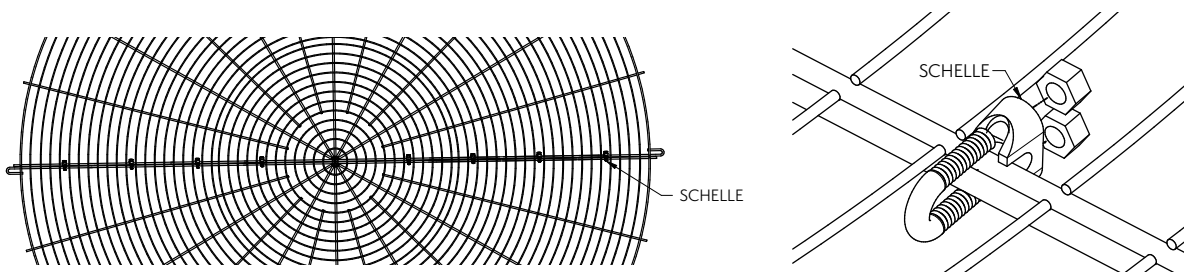

Abb. 25 – Montage & Anordnung der Schellen
3. Befestigen Sie die beiden Gitterhälften mithilfe von Schellen (wie in **Abb. 25** dargestellt).